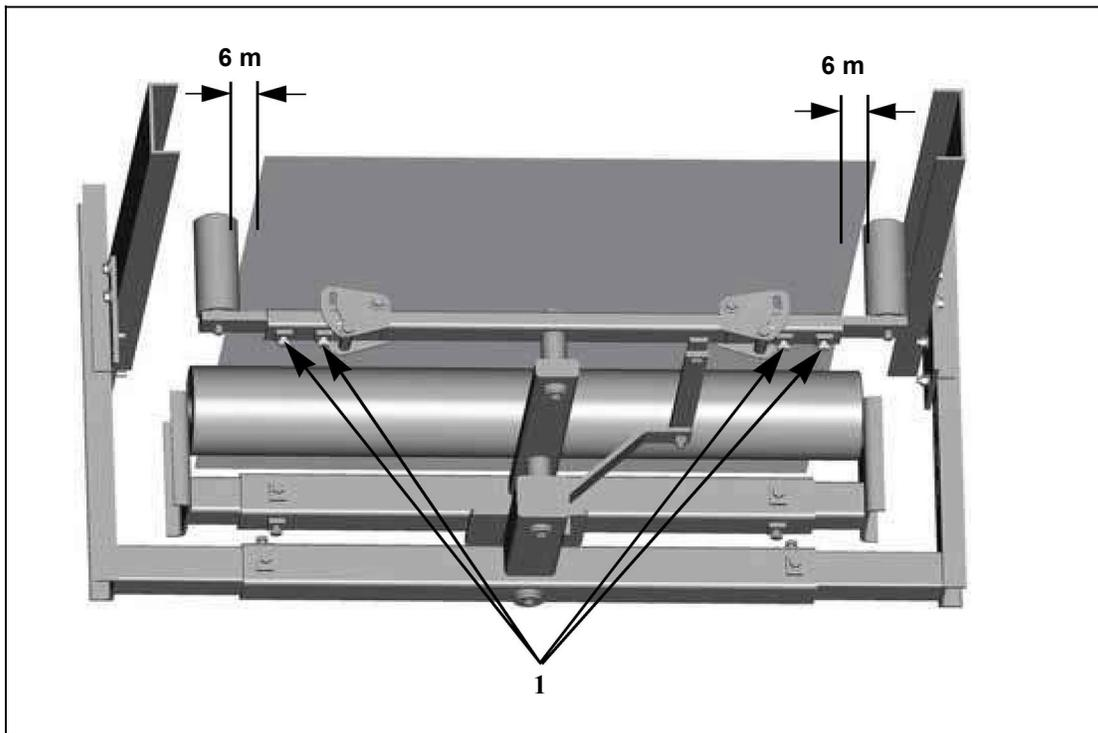

Fig. 13: Instalación y fijación de la unidad de rodillos sensores
15. Instale la unidad de rodillos sensores a unos 6 mm de distancia del borde de la banda transportadora. Fije la unidad de rodillos sensores con los tornillos de sujeción (1, Fig. 13).